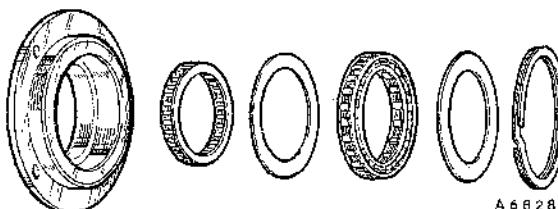

Fig. Fa.58
- (4) Quitar el anillo elástico.
- (5) Sacar el anillo de muelle, la rueda libre de primera velocidad, el anillo de muelle intermedio y el cojinete de empuje (véase Fig. Fa.58).